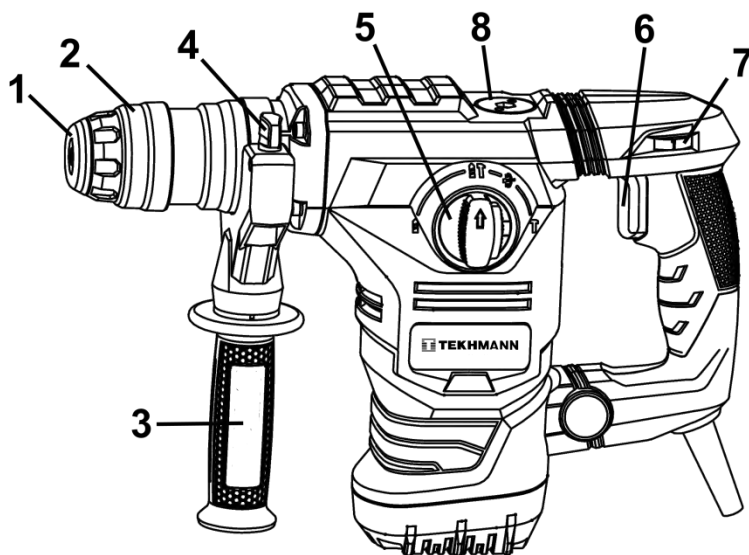

Рисунок 1
**4.1** Выберите необходимый режим работы изделия с помощью переключателя(5)(см.рисунок 1, таблицу2). При необходимости изменения угла наклона насадки при выполнении долбежных работ произведите необходимые операции, описанные в пункте 3.5. Если необходимо установить сверлильный патрон – установите его в патрон SDS-plus через адаптер.
**4.2** Для включения изделия нажмите на курок выключателя (6) (рисунок 1). Для отключения изделия следует курок отпустить.